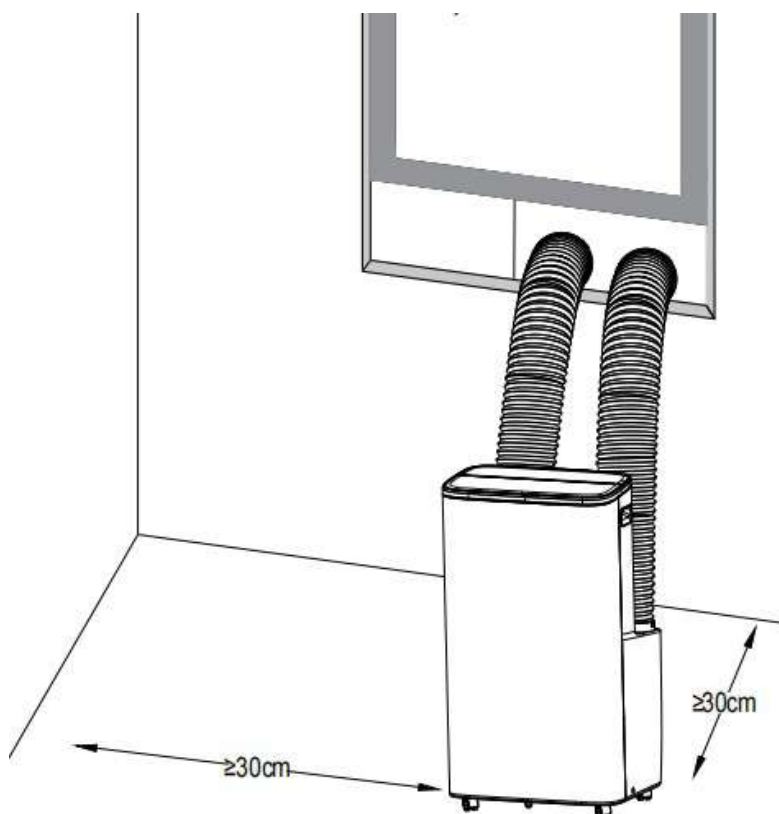

Fig.3
- El aire acondicionado portátil debe instalarse en un lugar plano y vacío alrededor. No bloquee la salida de aire, y la distancia requerida a su alrededor debe ser de al menos 30 cm. (Ver Fig. 3)